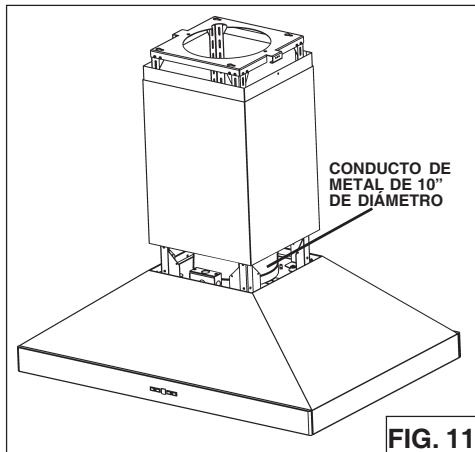

FIG. 11
- Use un **conducto de metal de 10"** de **diámetro** para unir el casquillo situado en la parte superior de la campana con el conducto de extracción (Fig.11).